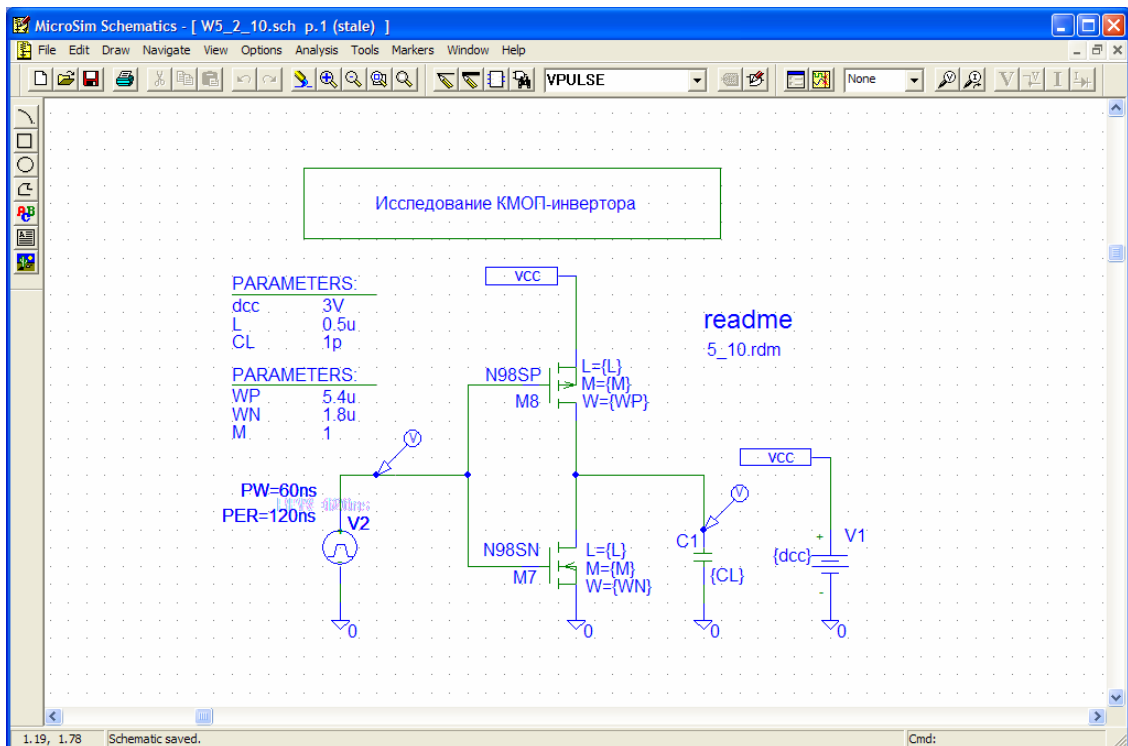

Рис. 8.2.2
1. Собрать схему КМОП-инвертора (рис. 8.2.2). Установить параметры МОП-транзисторов, соответствующие номеру варианта (табл. 8.2.1). Ширину каналов транзисторов выбрать одинаковой. На выходе включить конденсатор C_n , моделирующий емкость нагрузки. Значение C_n приведено в табл. 8.2.1.